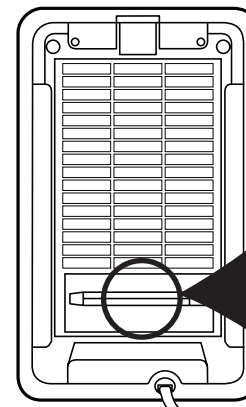

Figura 4
4. El foco UV-C se retira tomándolo cuidadosamente con un paño limpio o pañuelo desechable y tirando del mismo para sacarlo de la unidad. (Figura 4).